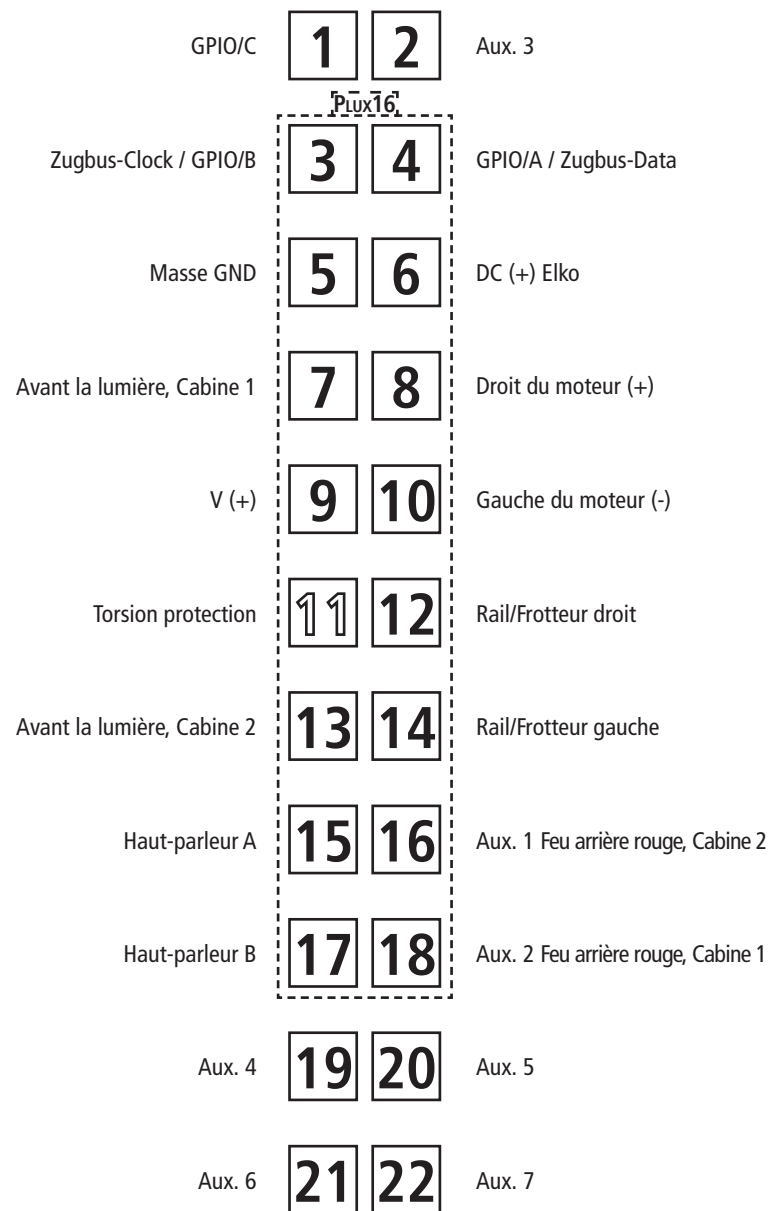

Fig. 7
3. Haftreifenwechsel: Zuerst den Getriebedeckel abnehmen (Fig. 7). Danach den **Radsatz** herausnehmen und die **Haftreifen** mit einer Nadel od. mit einem feinen Schraubendreher abziehen (Fig. 7). Beim Aufziehen der neuen Haftreifen darauf achten, dass diese sich nicht verdrehen.
3. Change of traction tyre: Remove the gear cover (fig. 7). Take out **wheel set** and remove **traction tyre** using a pin or a fine screwdriver (fig. 7). When pressing on the new traction tyre please **avoid twisting it**.
3. Échange des bandages d'adhérence: Démontez d'abord **le couvercle du carter des engrenages** des engrenages (fig. 7). Délogez ensuite les essieux bandagés et enlevez, à l'aide d'une aiguille ou d'un tourne-vis fin, les bandages d'adhérence (fig. 7). Lors du montage des nouveaux bandages veuillez veiller à ce que les bandages **ne soient pas tordus**.